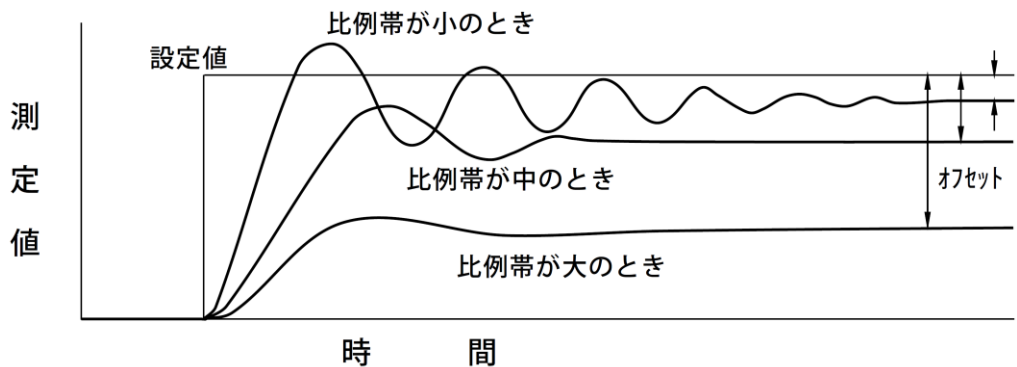

図 1 比例動作による制御経過の変化
(5) PBを 300→100→20→3%と小さくし、(1)～(4)項と同じ操作を行います。
(6) (5)の操作から図 1 のような経過が得られます。
(7) PB(比例帯)の値として、図 1 の「**比例帯が中るとき**」の波形になる値を採用します。